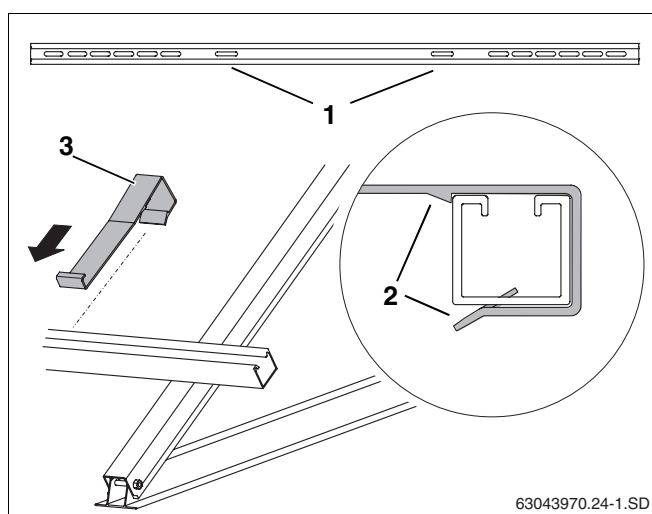

Fig. 36 Prinderea siguranțelor împotriva alunecării
- Se introduc siguranțele împotriva alunecării (Fig. 36, **Poz. 3**) în găurile alungite (Fig. 36, **Poz. 1**) ale șinelor profilate, până se potrivesc (Fig. 36, **Poz. 2**).